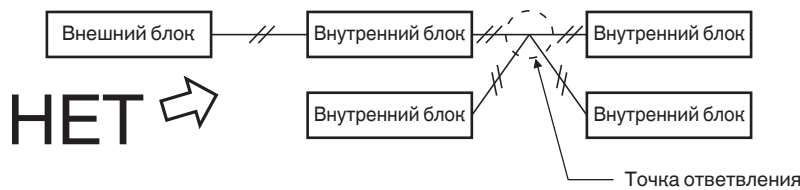

Рис. 4-4
- Не устанавливайте межблочную проводку управления таким образом, чтобы ответвления образовывали звезду. Ответвления проводки в виде звезды приводят к неверной установке адресов. (Рис. 4-4)